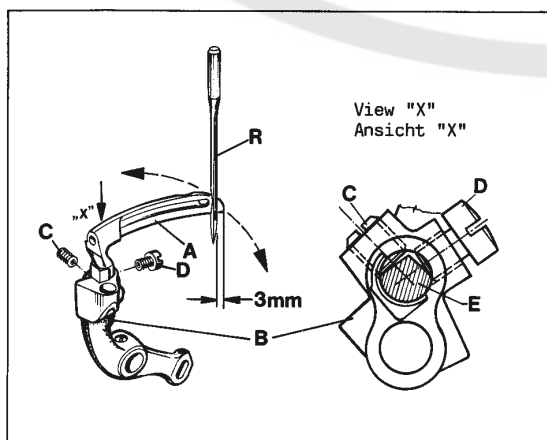

Fig.5
Remove the cloth plate with hinge plate and throat plate, the feed dog, the throat plate support and the needle guard. Insert the lower looper (A, Fig. 5) into the rear hole of the looper lever (B). Now snug the set screw (C) at the back of the looper lever against the flat on the looper shank (E) so that the lower looper point passes as close as possible to the spot on the back of the right needle (R), without deflecting it. Now tighten the second screw (D) firmly.
Rotate handwheel in operating direction until the point of lower looper (A, Fig. 5) projects 3 mm (1/8") to the right from the right side of the right needle. Lower edge of looper and upper edge of needle eye must be flush in this position.
Entfernen Sie die Stoffplatte mit Scharnierplatte und Stichplatte, den Transporteur, die Stichplattenstütze und den Nadelanschlag. Stecken Sie den Untergreifer (A, Fig. 5) in die hintere Bohrung des Greiferhebels (B). Legen Sie nun den Gewindestift (C) hinten im Greiferhebel an der Fläche des Greiferschaftes (E) so an, daß die Untergreiferspitze so dicht wie möglich in der Hohlkehle auf der Rückseite der rechten Nadel (R) vorbeigeht, ohne diese abzulenken. Ziehen Sie dann die zweite Schraube (D) gut an.
Drehen Sie das Handrad in Nährungsrichtung bis die Spitze des Untergreifers (A, Fig. 5) 3 mm rechts von der rechten Seite der rechten Nadel steht. In dieser Stellung müssen Unterkante Greifer und Oberkante Nadelöhr bündig sein.